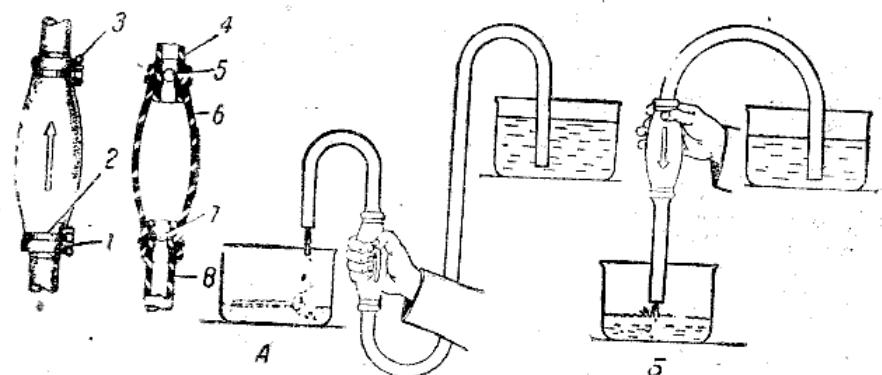

Рис. 82. Насос для переливания бензина:
Для переливания или перекачивания бензина с помощью насоса (рис. 82) следует:
2. Привести насос в действие нажатиями баллона рукой и отпусканием (рис. 82А).
3. Как только бензин потечет, перевернуть баллон острием стрелки вниз. Нажатия на баллон прекратить, и бензин потечет самотеком (рис. 82Б).